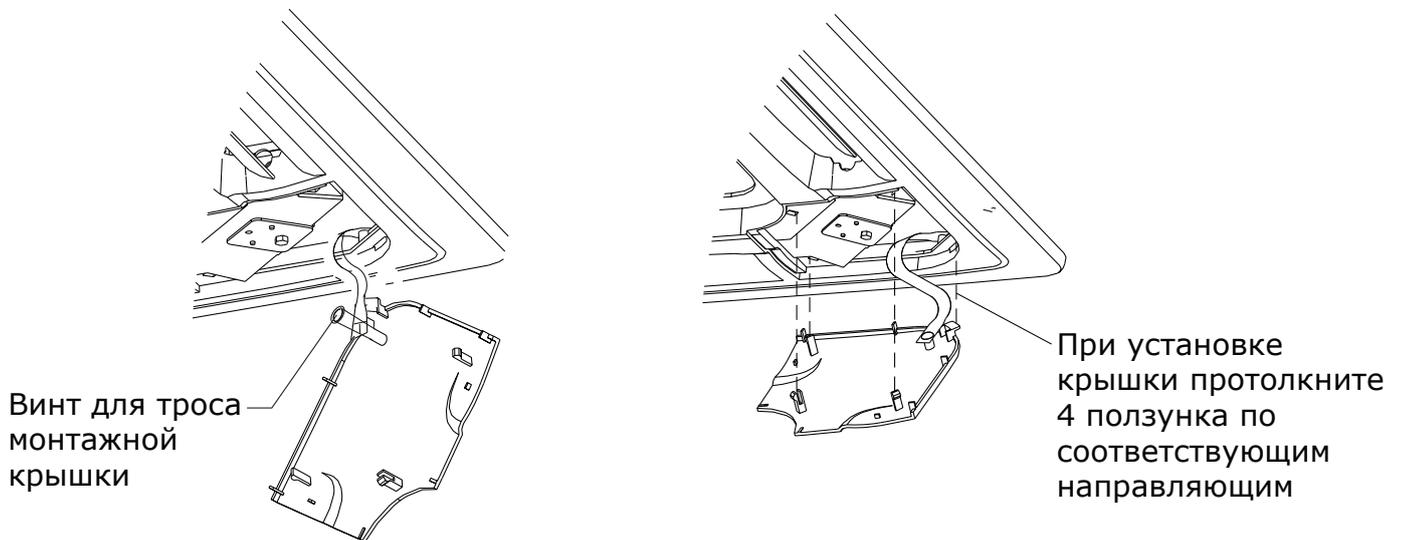

Рис. 5
- а) Закрепите трос монтажной крышки за болт монтажной крышки (см. рис. 5 стр. 11).
- б) Слегка вдавите монтажную крышку в панель (см. рис. 5 стр. 11).